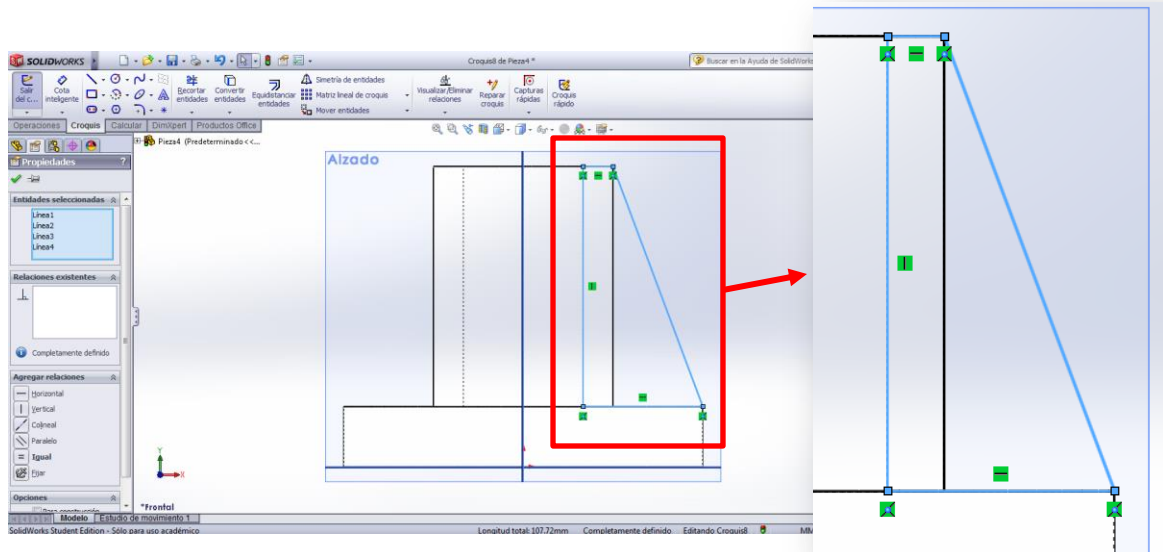

Figura 28. Croquis para la aleta triangular.
- Extruya una aleta triangular de espesor 5 mm. Croquice una geometría como la mostrada en la Figura 28.